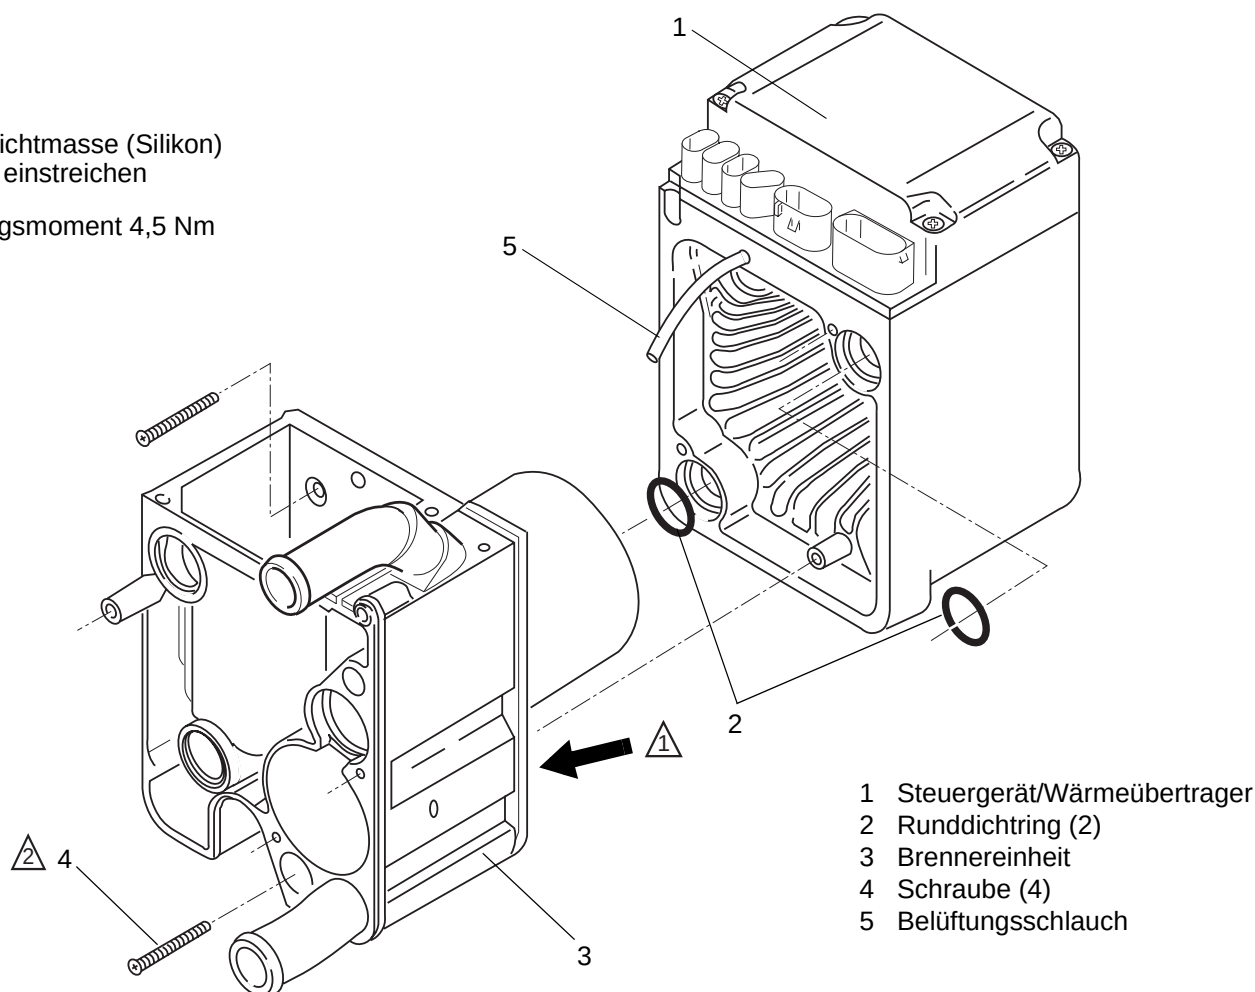

Abb. 903 Wechsel des Steuergerätes/Wärmeübertragers
4. Schrauben (4, Abb. 903) entfernen.
5. Brenneinheit (3) vom Steuergerät/Wärmeübertrager (1) trennen.
6. Steuergerät/Wärmeübertrager (1), Schrauben (4) und Runddichtringe (2) aussondern.
einheit (3, Abb.903) entfernen.